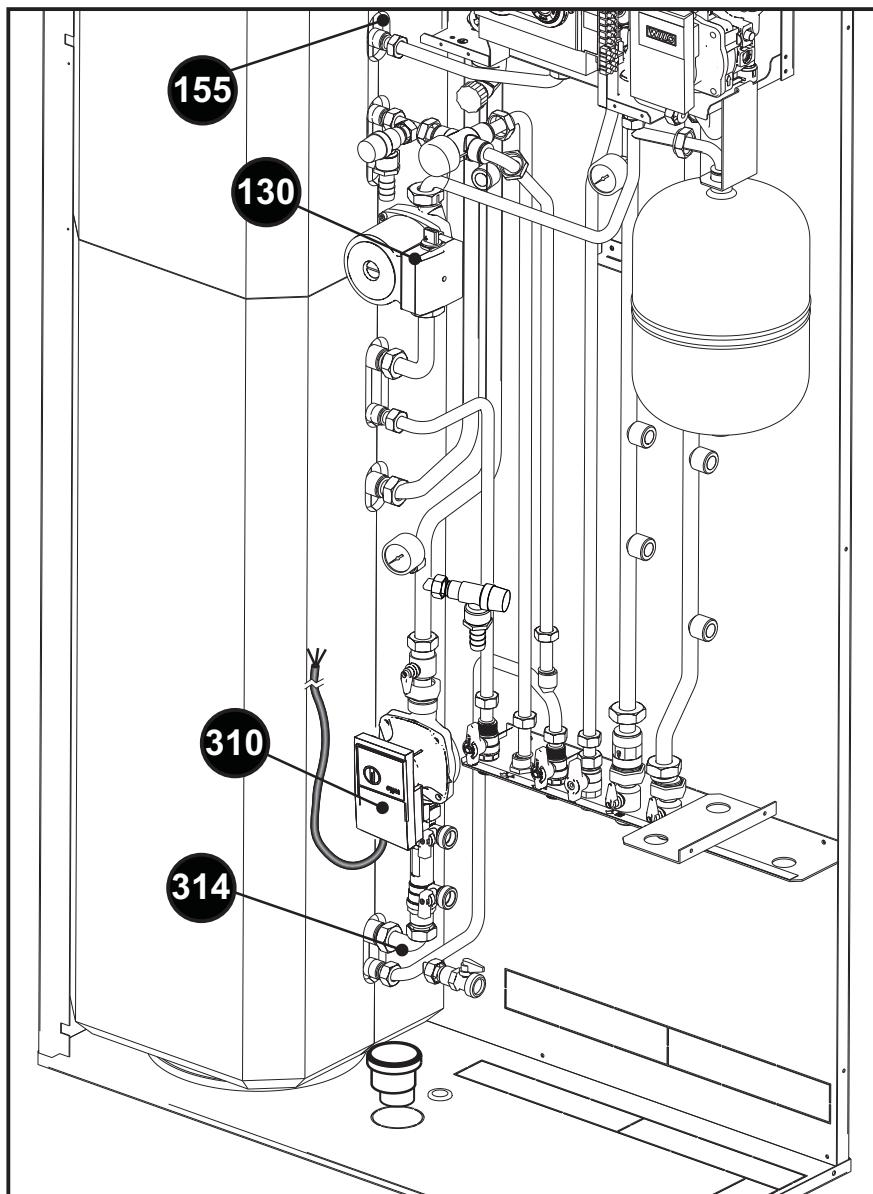

fig. 45 - Connessioni elettriche
• Collegare elettricamente i seguenti cavi ai componenti come descritto di seguito (fig. 45):